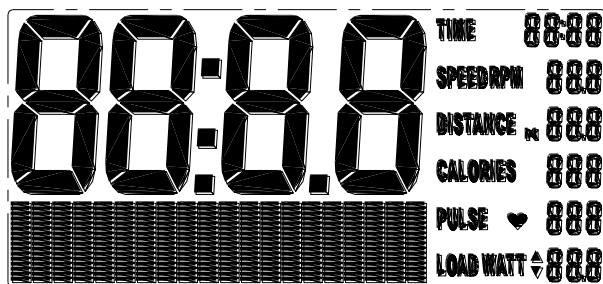
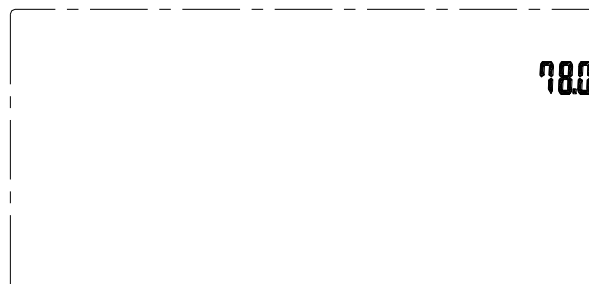

Bild 1
Bild 2
1. Ström på, LCD-displayen visar segment i 2 sekunder med långa signaler (bild 1), och visar hjuldiameter (bild 2).